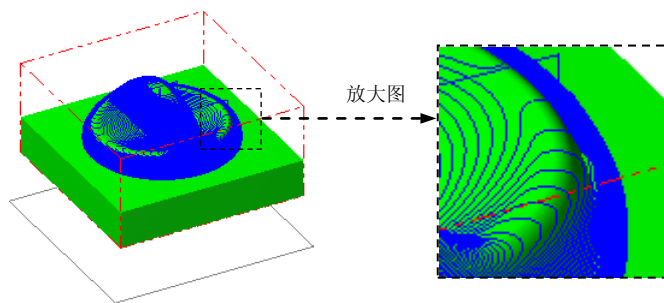

图 10.1.20 刀具路径
Step9. 单击“曲面精车-外形”对话框中的  按钮，完成加工参数的设置，此时系统将自动生成图 10.1.20 所示的刀具路径。